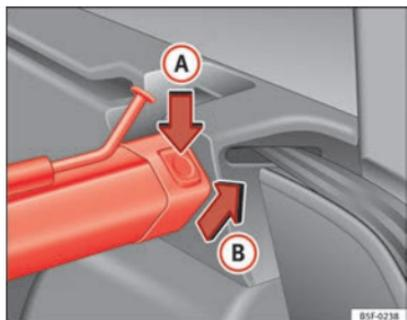

Fig. 99 Dans le coffre à bagages : dépose du filet de séparation
- Appuyez sur la touche de déverrouillage gauche ou droite → fig. 99 dans le sens de la flèche (A).
- Retirez le boîtier du support dans le sens de la flèche (B).
- Appuyez sur le boîtier dans les supports gauche et droit dans le sens contraire de celui de la flèche (B) jusqu'à ce qu'il s'encastre → fig. 99.